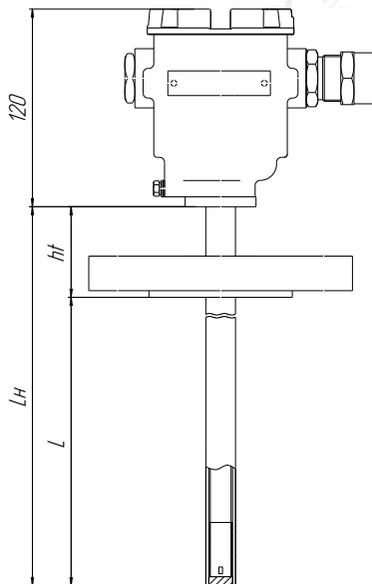

Рисунок 4
Необходимо учитывать, что изменение положения устройства крепления (размера **ht**) приводит к изменению размера **L**, поэтому для однозначной идентификации преобразователя с регулируемым устройством крепления при заказе лучше указывать полную длину направляющей **Lн** (рисунок 4): **Lн = L + ht**.
2.3.1 Для применения преобразователей SENС ПТ и SENС ПТ-Modbus в средах с температурой, превышающей 60 °С (но, не более 125 °С), принимаются меры по охлаждению корпуса (головной части преобразователя), находящейся над резервуаром. Для этого часть направляющей (трубы или соединителя) преобразователя возвышают над резервуаром на расстояние  $ht$ , достаточное для охлаждения корпуса (рисунок 4).